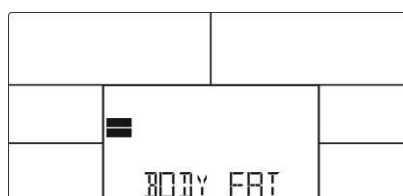

Fig. 22
3. Användaren måste hålla båda händerna på handpulskontaktarna under mätningen. LCD-skärmen visar texten "= " "= =" (fig. 22) i åtta sekunder innan mätningen slutförs.